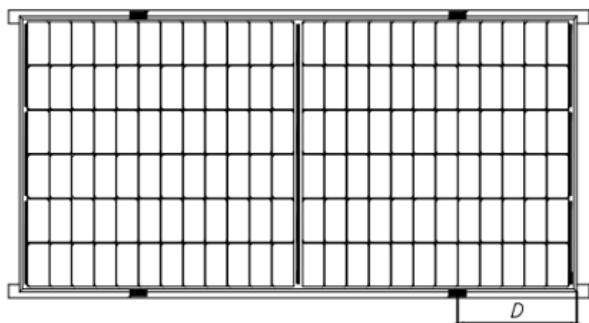
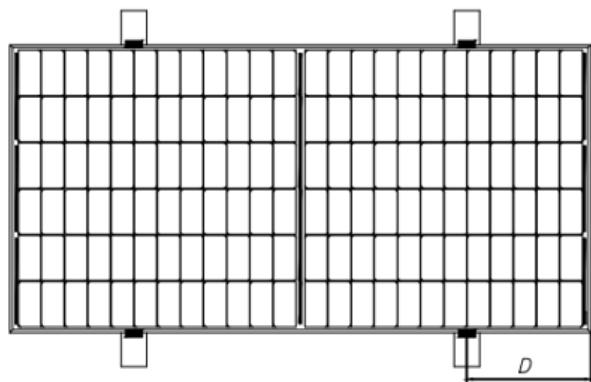
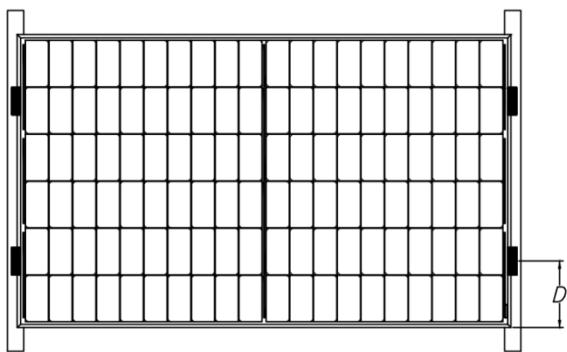
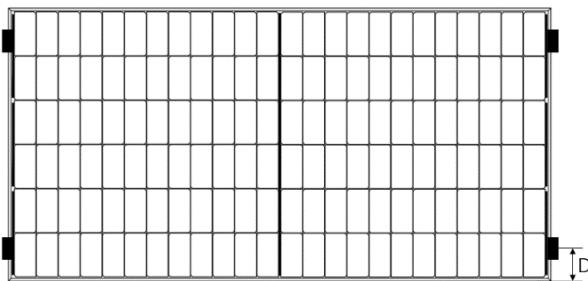

図 3 ガイドレールを長辺フレームに重ねる場合の取付
図 4 ガイドレールを長辺フレームに垂直にする場合の取付
図 5 ガイドレールを短辺フレームに重ねる場合の取付
図 6 短辺フレーム 4 点支持の取付
モジュールを設置する際には、図 3、図 4、図 5、図 6 に示すように、各モジュールを少なくとも 4 つのクランプで固定する必要があります。
- ⑧ モジュールが設置後に架台から脱落することを防ぐために、中間クランプ、エッジクランプ及びフレームの A 面に接触する面に柄溝構造のあるクランプを選ぶことをお勧めします。柄溝構造が 9 つぐらいで、隣り合っている柄溝の距離が約 1.2mm で、柄溝の深さが約 0.6mm をお勧めします。
- ⑨ 図 3 に示す設置方法の場合、モジュールの C 面とガイドレールのオーバーラップが $\geq 25\text{mm}$ とします。不適切なクランプや間違った設置方法を使うと、アストロエナジーの限定保証は無効となります。